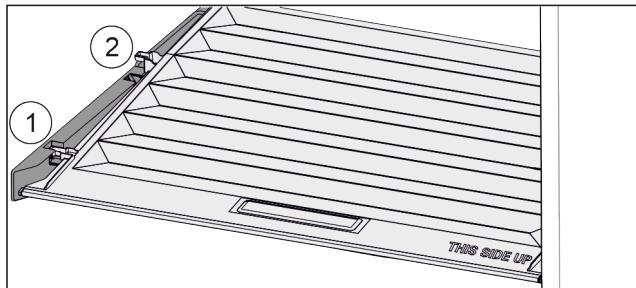

Fig. 161
- Потянуть крышку до отверстия в поддерживающих деталях вперед Fig. 161 (1).
- Поднять сзади снизу и извлечь Fig. 161 (2) движением вверх.